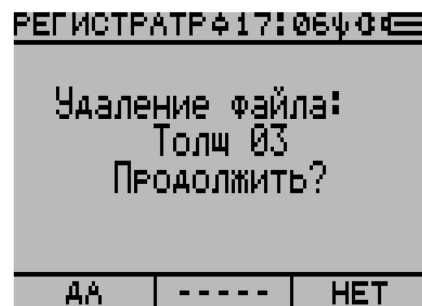

Рисунок 2.114
2) Нажать клавишу **F1** – УДАЛ. для удаления выбранного файла. На экране дисплея появится следующее сообщение: **«Удаление файла: Толщ 03. Продолжить?»** (рисунок 2.114). Для подтверждения удаления нажать клавишу **F1** – ДА, для отказа клавишу **F2** – НЕТ.